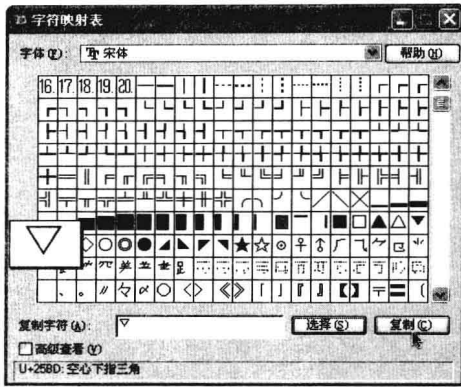

图 5-2-17
(3) 如果在列表中没有所需的符号名称, 单击“符号”按钮, 在列表中选择“其他”, 打开“字符映射表”对话框, 选择一种字体, 单击需要的字符, 单击“选择”, 选择的符号会显示在复制字符框中, 单击“复制”按钮, 如图5-2-17所示, 关闭对话框。